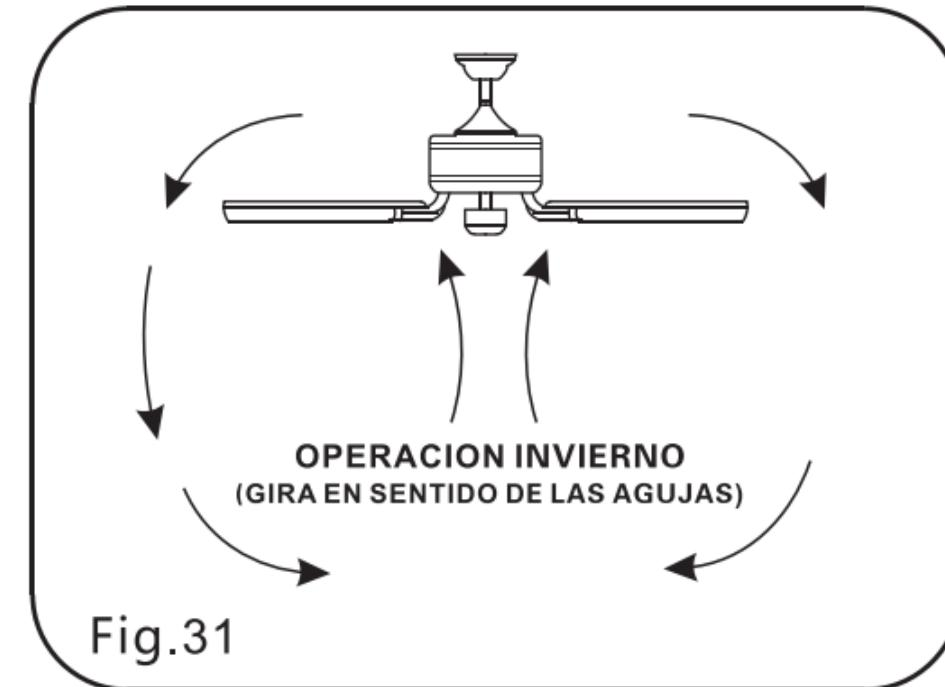

Fig.31
**Clima Frio:** Una corriente de aire ascendiente empuja el aire caliente del area del techo como se muestra en la Fig.31 esto permite ajustar la calefaccion a una temperature mas baja sin que esto afecte su bienestar.